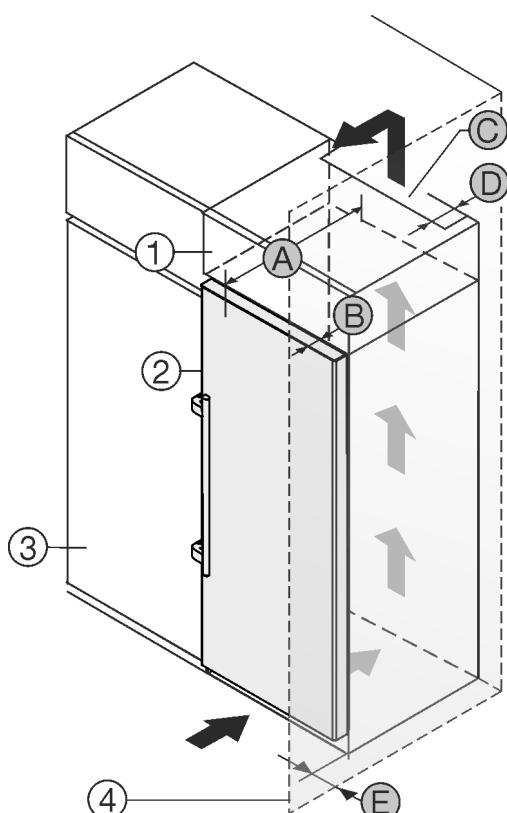

Fig. 24
Das Gerät kann mit Küchenschränken umbaut werden. Um das Gerät Fig. 24 (2) der Küchenzeilenhöhe anzugeleichen, kann über dem Gerät ein Aufsatzschrank Fig. 24 (1) angebracht werden.
Wird das Gerät direkt neben einem Küchenschrank Fig. 24 (3) aufgestellt, so ist ein Abstand von mind. 5cm zum Gerät notwendig. Um die Türe vollständig öffnen zu können, muss das Gerät um die Tiefe Fig. 24 (B) gegenüber der Küchenschrankfront vorstehen. Abhängig von der Tiefe der Küchenschränke und Verwendung von Wandabstandshaltern kann das Gerät weiter herausragen.
- An der Rückseite des Aufsatzschrankes muss ein Abluftschacht mit der Tiefe Fig. 24 (D) über die gesamte Aufsatzschrankbreite vorhanden sein.
- Unter der Raumdecke muss der Entlüftungsquerschnitt Fig. 24 (C) eingehalten werden.
Wenn das Gerät mit den Scharnieren neben einer Wand Fig. 24 (4) aufgestellt wird, muss der Abstand Fig. 24 (E) zwischen Gerät und Wand eingehalten werden. Dies entspricht dem Griffüberstand bei geöffneter Tür.